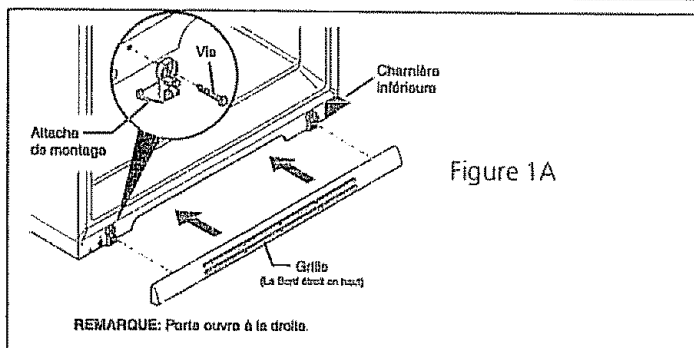

Figure 1A
- En mettant l'extrémité de la grille de base contre le côté de la charnière la plus basse, alignez les deux (2) fentes avec les deux (2) brides de fixation
- Ensuite, 'cliquez' la grille de base dans les brides de fixation (voyez les figures 1A et 1B)